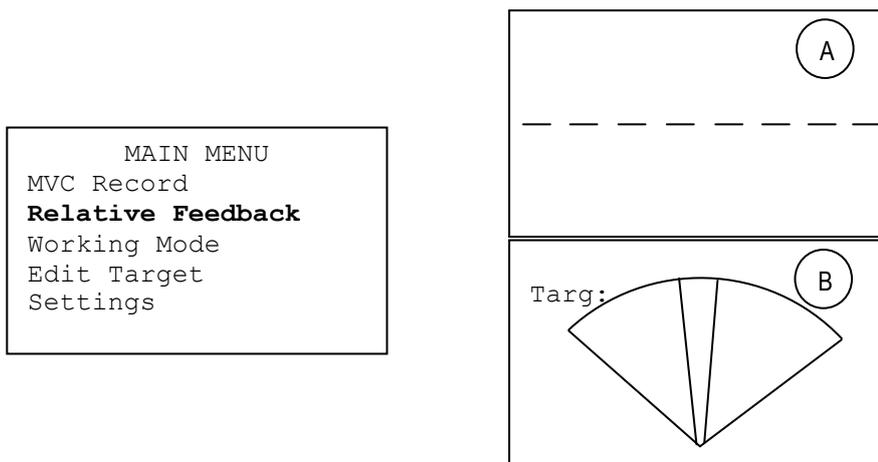

FIG. 8.2: Schermata della funzione Relative Feedback: Under Threshold (A), Keep Level (B).
In FIG. 8.2 a destra sono rappresentate le due schermate che appaiono all'utente a seconda che si selezioni la modalità di feedback Under Threshold (A) piuttosto che quella Keep Level (B).